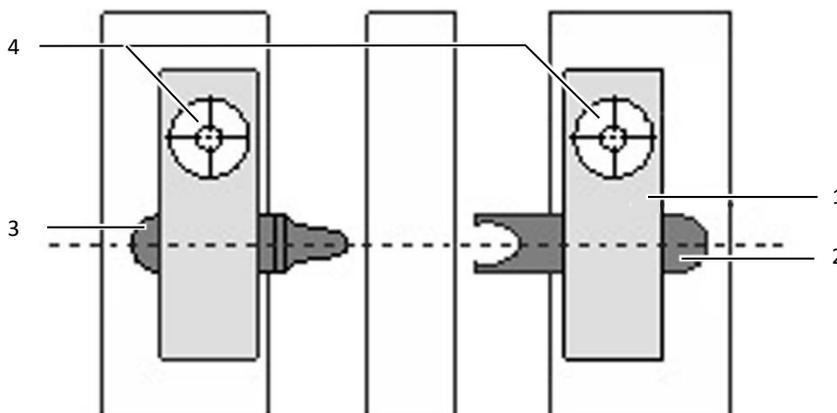

Fig. 9: Utensile di crimpatura
- Allentare le viti di fissaggio (fig. 9, pos. 4) di entrambi i supporti (fig. 9, pos. 1).
- Rimuovere il punzone e la matrice (fig. 9, pos. 2 e 3).